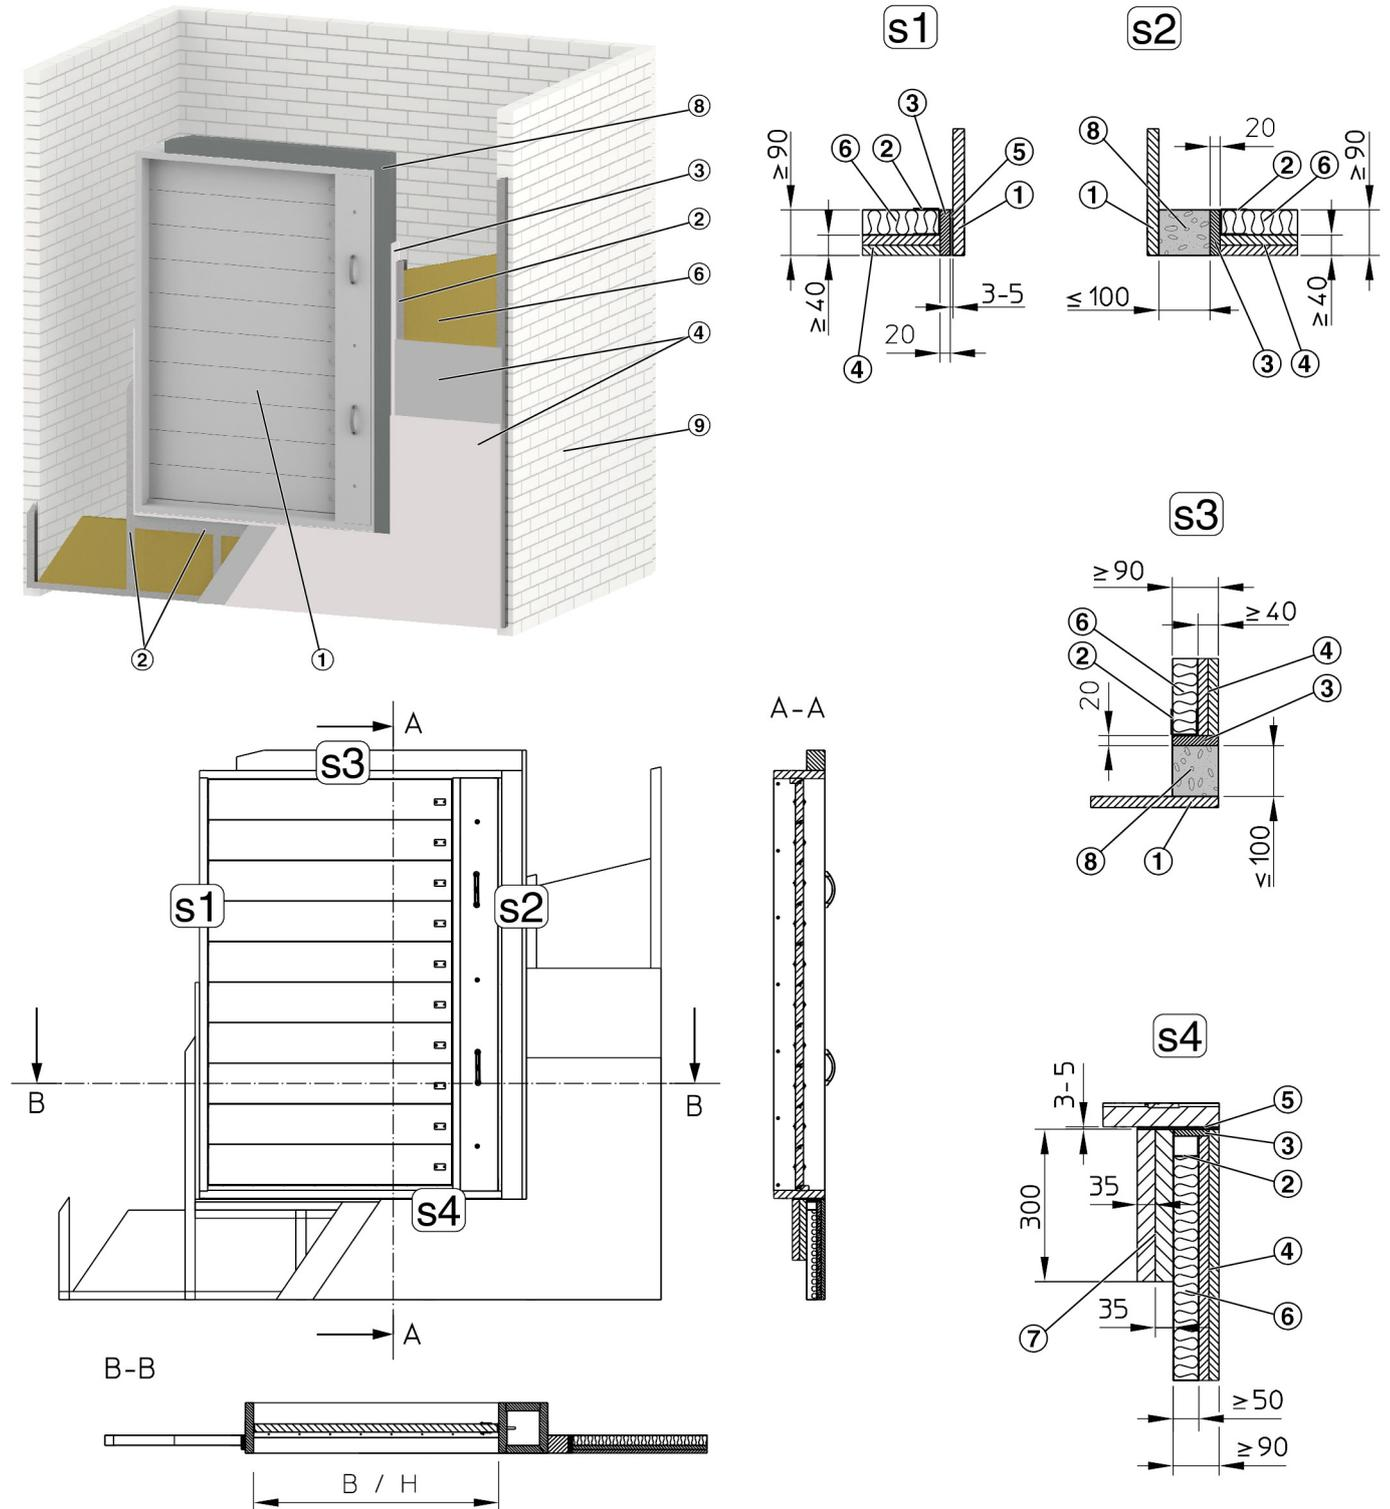

Abb. 23: Einbau in Leichte Schachtwand
2. ▶ Aufdoppelung (Abb. 23/7) und Laibung (Abb. 23/3) herstellen.